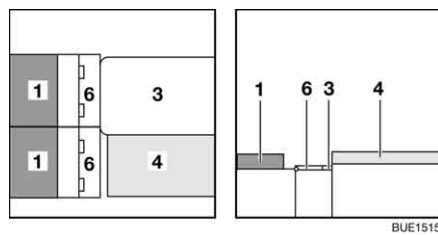

Fig. 138 Durante la transformación
- Abrir ambas tapas de baúl-banco (Fig. 138,6) y apoyarlas en la mesa y los soportes en el banco.
- Colocar los cojines del respaldo (Fig. 138,1) en el baúl-banco.